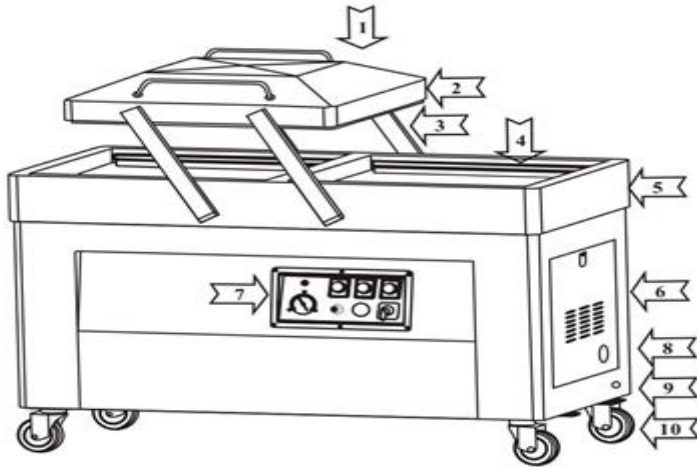

Рис.2
3.2 Двухкамерная вакуум-упаковочная машина серии DZ с механической панелью управления (Рис.2).